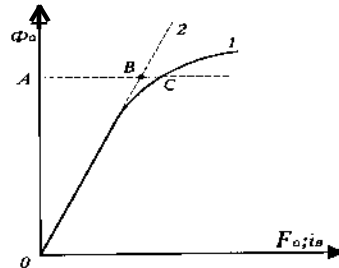

Рис. 1.37
6. На рис. 1.37 приведена типовая кривая намагничивания машины постоянного тока. Какое отношение называется коэффициентом насыщения магнитной цепи в точке С? Укажите правильный ответ.